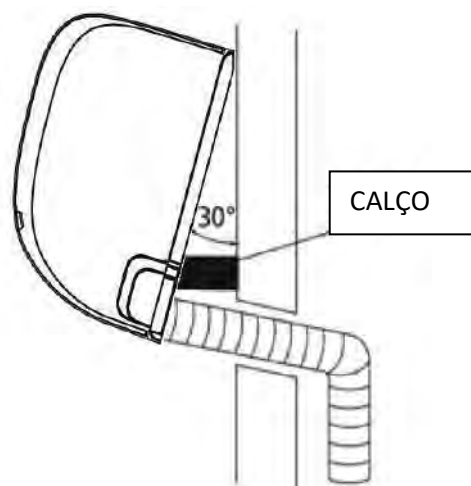

Fig. 3.11
2. Use um suporte ou um calço para apoiar a unidade, dando-lhe espaço suficiente para ligar a tubagem de refrigerante, o cabo de sinal, e a mangueira de drenagem. Consulte a **Fig. 3.11** para um exemplo.